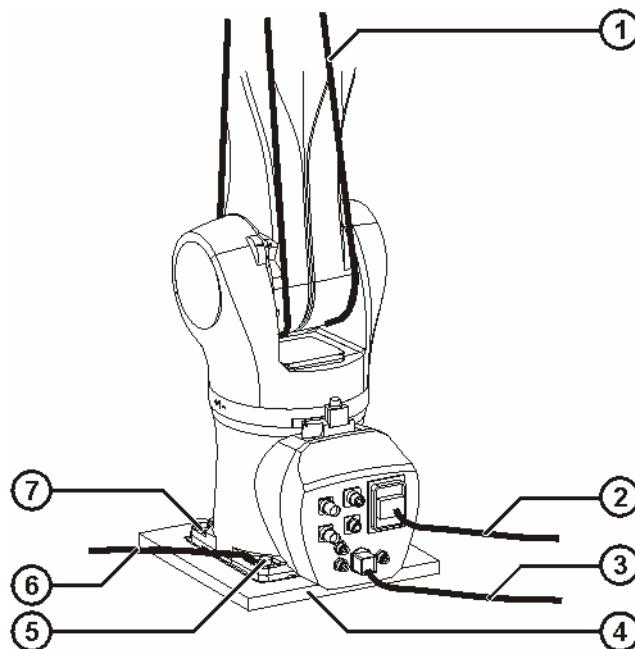

Abb. 11-2: Bodenroboter ausbauen
4. Roboter durch Betätigen der NOT-HALT-Einrichtung sichern, anschließend Roboter außer Betrieb nehmen (>>> Abb. 11-2).